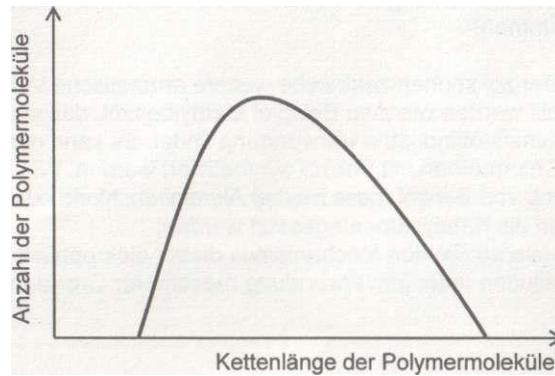

Abb. 3: Verteilung der Anzahl der Polymermoleküle in Bezug auf ihre Kettenlänge
- 2.2.1 Die Kettenlänge der Polypropenmoleküle wird durch die Reaktionsbedingungen bei der Synthese beeinflusst. Abbildung 3 zeigt eine mögliche Verteilung der Anzahl der Polymermoleküle in Abhängigkeit von ihrer Kettenlänge:
Skizzieren Sie in dem Diagramm aus Abbildung 3 eine weitere Kurve, die sich ergibt, wenn unter sonst gleichen Bedingungen eine höhere Konzentration an Startermolekülen eingesetzt wird, und begründen Sie Ihre Aussage! [6 BE]